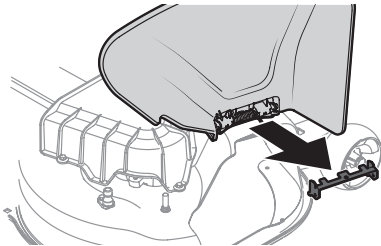

Figura 19
1. Inspeccione la plataforma del tractor para ver si hay una traba de seguridad que pueda estar sujetando el deflector del canal hacia arriba para el envío. Si la traba está presente, se la debe extraer antes de hacer funcionar el tractor. Sosteniendo el deflector del canal totalmente hacia arriba, extraiga la traba de seguridad. Baje el deflector del canal y descarte la traba de seguridad. Consulte la Figura 19.